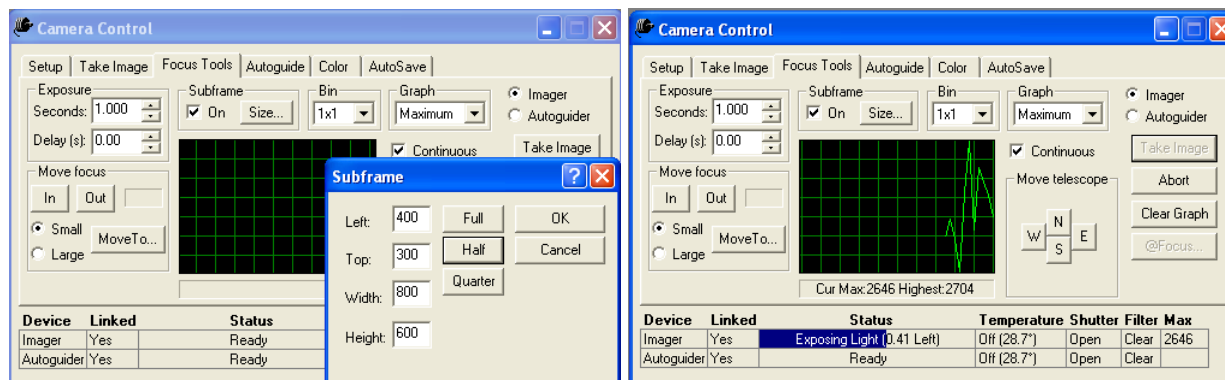

FIG. 7 – Focalisation de la CCD. Configuration (gauche) et prise de vues consécutives pour optimiser le réglage du focus (droite).
Il s'agit ici de positionner le capteur au foyer Schmidt-Cassegrain (SC) du télescope, afin d'obtenir d'une étoile l'image la plus ponctuelle possible. Dans l'onglet "Focus Tools", en binning  $1 \times 1$ , sélectionner  $1/4$  du capteur (*Subframe On*, puis choix de la taille, c.f. Fig 7) cliquez sur "Take Image". Pendant la série d'images effectuées (on pourra prendre des poses de 1 sec environ), modifier le réglage du focus en temps réel à l'aide de la mollette située près de la sortie du télescope. On peut suivre l'optimisation du réglage à l'aide du graphe en défilement (voir Fig. 7).